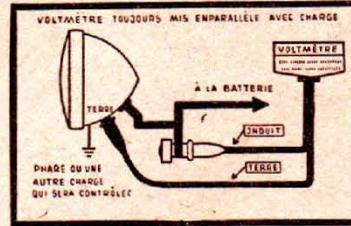

Fig. 11
**Contrôle en voltmètre (fig. 11 et ampèremètre (fig. 11 et 12).**